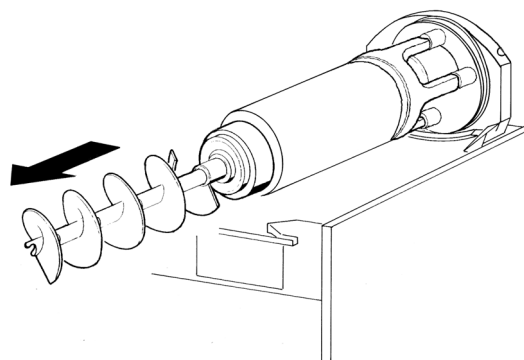

Bild 9
3 Zuerst die äußere (3) und dann die innere Schnecke (Bild 9) aus dem Verdampfer herausziehen.